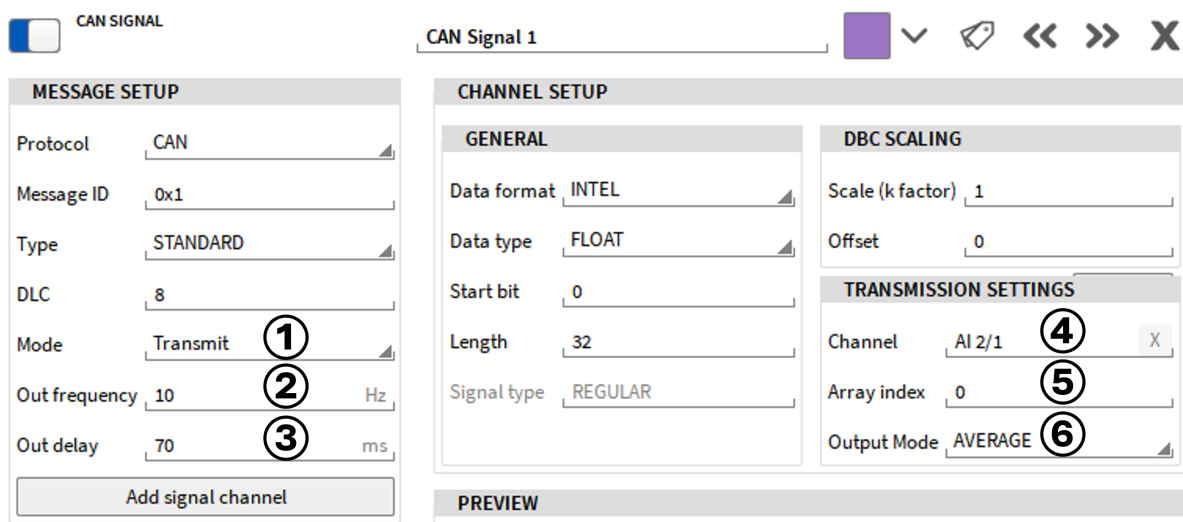
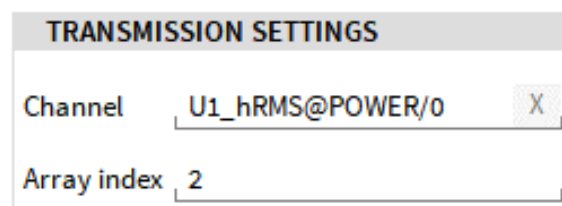

Abb. 7.214: CAN Ausgabe Einstellungen
Abb. 7.215: Ausgabe von Arrayelementen über CAN
Um OXYGEN-Daten über CAN zu übertragen, muss dazu der CAN-Nachrichtenmodus auf *Senden* eingestellt sein (siehe ① in Abb. 7.214).
Die Ausgangsrate kann zwischen 0,1 ... 100 Hz (siehe ② in Abb. 7.214) für jede Nachricht individuell definiert werden. Die Ausgangsverzögerung kann zwischen 1 ... 500 ms (siehe ③ in Abb. 7.214). Ein dedizierter OXYGEN skalarer Zeitbereichskanal (d.h. Analog oder digitaler Eingang, Leistungswert wie Wirkleistung oder ein anderer CAN-Kanal) kann einem CAN-Signal zugewiesen werden, indem der Kanal
gezogen oder sein Name in den *Channel*-Bereich der *Transmission Settings* eingegeben wird (siehe ④ in Abb. 7.214).
Es ist auch möglich, einzelne Elemente eines Array-Kanals (z. B. Harmonische aus einer Leistungsgruppe) über CAN auszugeben. Fügen Sie dazu den Array-Kanal in den Abschnitt Kanal (siehe ④ in Abb. 7.214) der Übertragungseinstellungen ein und geben Sie den Index der Array-Elemente, die ausgegeben werden sollen, in Array-Index ein (siehe ⑤ in Abb. 7.214). Als Beispiel: Wenn die zweite Oberschwingung eines Spannungskanals über CAN ausgegeben werden sollen, geben Sie den Namen des Oberschwingungskanals im Abschnitt Kanal ein, z.B. `U1_hrMS@POWER/0` und geben Sie den Index 1 im Abschnitt Array-Index ein (siehe Abb. 7.215).
Die Einstellung *Ausgabemodus* (siehe ⑥ in Abb. 7.214) bietet zwei Optionen: *AVERAGE* berechnet den linearen Mittelwert über eine Ausgabeperiode, und *LAST_VALUE* gibt den letzten gültigen Messwert aus.
die *Ausgabeverzögerung* eingeführt (siehe ③ in Abb. 7.214). Dies ist die Zeit, in der die Daten vor dem Senden verzögert werden. Die folgenden Grafiken zeigen den Unterschied zwischen zwei einzelnen Einstellungen: